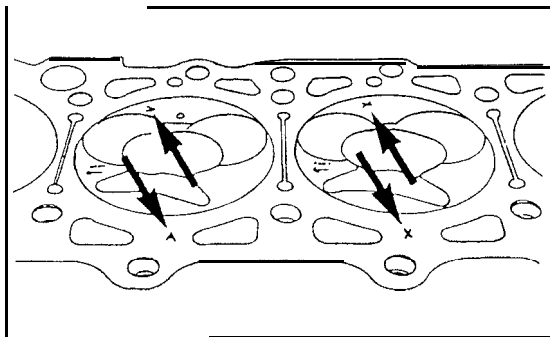

Bild 112
- Die Kolben und Zylinderbohrungen sind innerhalb bestimmter Toleranzgruppen in drei Durchmessergruppen unterteilt und werden durch die Buchstaben A, X oder B gekennzeichnet. Die Gruppennummer ist neben die Zylinderbohrung in die Zylinderblockfläche eingeschlagen, wie es in Bild 112 durch die Pfeile gezeigt ist. Die Gruppennummer des Kolbens muss immer identisch mit der Nummer neben der Zylinderbohrung sein.